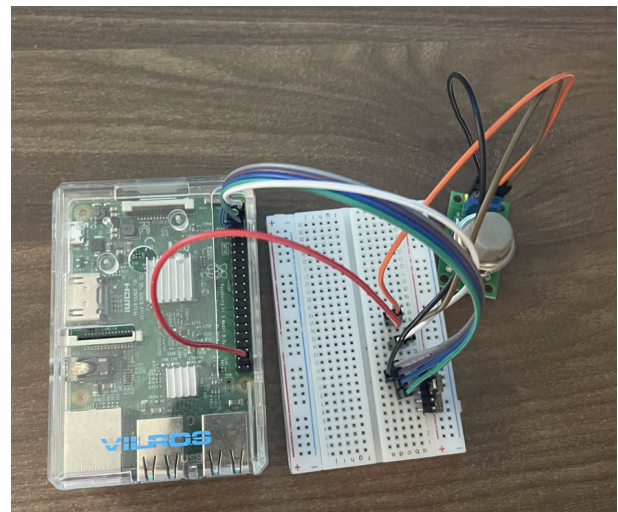

Fig. 5. Verkabelung der Sensoren mit dem Raspberry Pi
3) *Gesamtaufbau:* Die Sensoren wurden mittels Jumper-Kabeln und einem Breadboard mit dem Raspberry Pi verbunden. Der Aufbau und die beschriebene Verkabelung der Sensoren mit dem Raspberry Pi ist Abbildung 5 zu sehen.